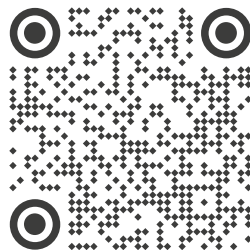

Рис. 1. Руководство пользователя и приложение для настройки
- 3.2. Установите нужную величину тока при помощи контроллера NFC (рекомендуется использовать контроллер FEIG CPR30+) и приложения Arlight Configurator для смартфона под управлением Android или для ПК. Воспользуйтесь QR-кодом (рис. 1) для скачивания приложения Arlight Configurator и ознакомления с руководством пользователя.